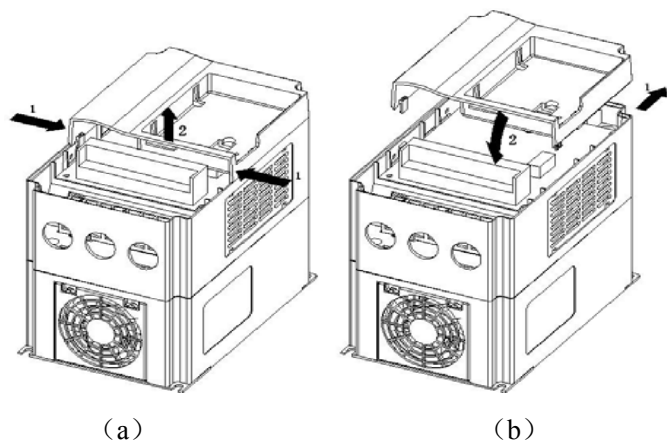

图 2-5 上面板拆装示意图
(1) 上面板的拆卸：如图 2-5 (a)，向 1 方向用力压上面板左右侧面的，同时，请按 2 方向抬起上面板的下部即可。
(2) 上面板的安装：如图 2-5 (b)，将上面板前端两处卡勾从 1 方向卡住下壳体(2 处)，接着朝 2 方向按下直至听见“咔嚓”声。